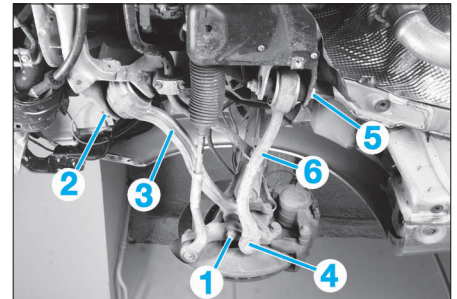

FIG. 19
- l'écrou (1) (Fig.19).
- Déposer le boulon (2).
- Extraire à l'aide d'un levier le tirant (3) du berceau.
- l'écrou (4) (Fig.19).
- Déposer le boulon (5).
- Extraire à l'aide d'un levier le bras de suspension (6) du berceau.